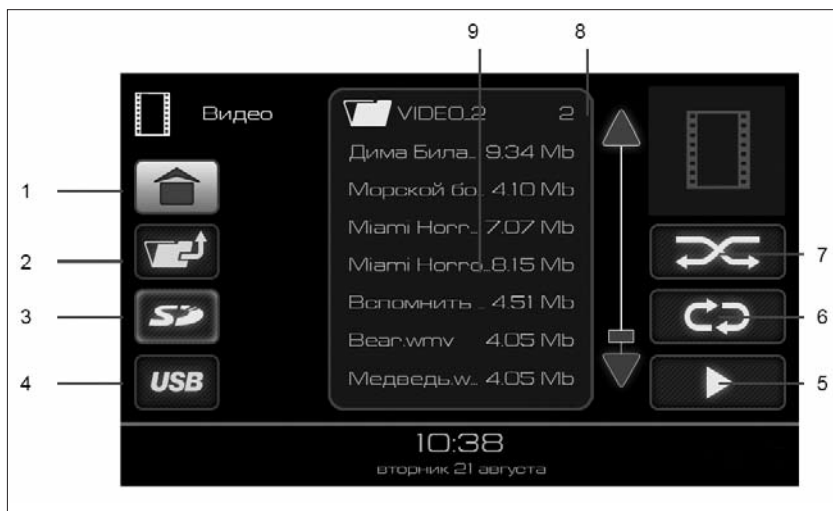
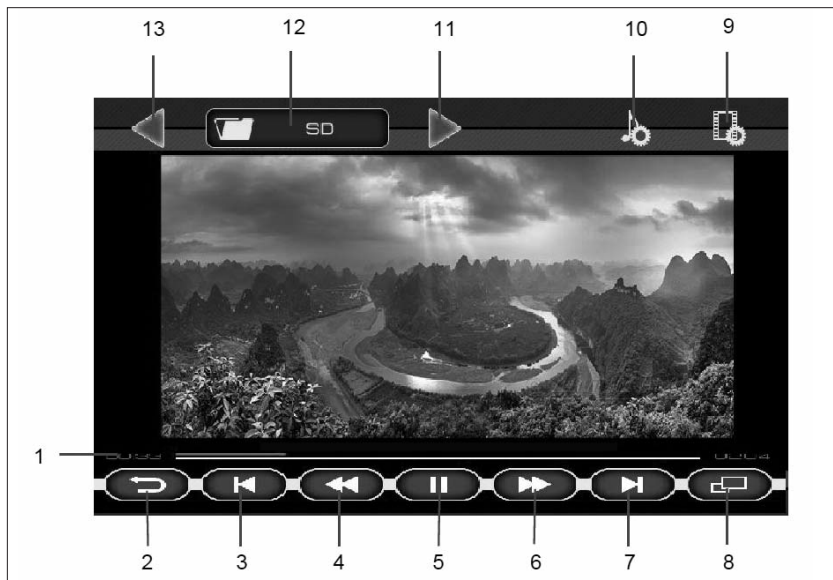

Рис. 6. Окно режима «ВИДЕО»
Рис. 7. Окно проигрывания видеофайлов
Доступные для воспроизведения видеофайлы и папки отображаются в списке (9), рис. 7. Двойное нажатие на изображение папки  отобразит список видеофайлов в этой папке. Для выхода из папки нужно нажать кнопку 2 (рис. 6).
режима повторного воспроизведения выбранного файла (кнопка 6, рис. 6);
- либо нажатие на кнопку воспроизведения файлов (кнопка 6, рис. 6) позволяет воспроизвести все видеофайлы, находящиеся в списке (9) на рис. 6;
- либо выбор папки одиночным нажатием на изображение папки  в списке (9) рис. 6, а затем нажатие кнопки воспроизведения файлов (кнопка 5, рис. 6) позволяет воспроизвести все видеофайлы, находящиеся в выбранной папке и ее подпапках.
Для включения полноэкранного режима воспроизведения нажать кнопку **8** (рис. 7) или на изображении.
Если при воспроизведении видеофайла нажать на кнопку **II (5)** (рис. 7), а затем нажать на кнопку возврата (кнопка **2**, рис. 7), то произойдет переход в главное меню и в кнопке **«Видео»** (рис. 2) появится индикатор паузы. Этот режим позволяет вернуться к воспроизведению видеофайла с того места, где была поставлена пауза.